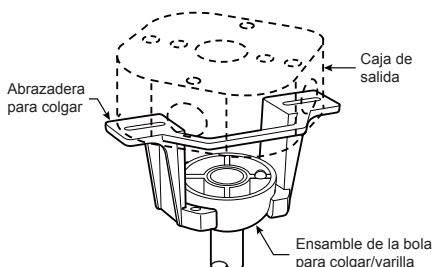

Figura 4
- ☐ 4. Afloje los dos tornillos de fijación del soporte del barral de soporte para techo a través de la varilla. Introduzca los cables a través de la varilla. (Figura 4)
- ☐ 2. Levante cuidadosamente el ventilador y coloque el ensamble de la bola para colgar/varilla en la abrazadera para colgar que acaba de fijar a la caja de salida. Asegúrese de que la ranura de la bola esté alineada con la lengüeta de la abrazadera para colgar. (Figura 4)
- ☐ 3. Realice las conexiones de cables al bloque del terminal como se muestra en la Figura 4. Conecte el conector de 2 clavijas desde unidad del motor conexión a la receptor, conecte el conector de 3 clavijas desde unidad del motor conexión a la receptor.
- ☐ 4. Instale el conector de 2 clavijas desde unidad de luz LED conexión a la unidad del motor. (Figura 4)
- ☐ 4. Para que el ventilador sea funcional, instale las pila (incluidas) de 3V en el transmisor del mando a distancia. Mientras el ventilador esté apagado. A continuación, siga el proceso de fijación remota de código. Si no se utiliza el ventilador durante un largo periodo de tiempo, extraiga la batería para evitar cualquier daño al transmisor. Almacene el mando a distancia en un lugar alejado del calor o la humedad excesiva. (Figura 4)